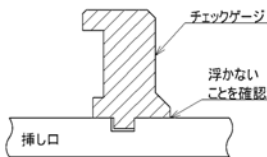

図66 溝深さの確認
(5) 加工完了後、所定の寸法になっていることをGX形専用のチェックゲージを用いて下記の方法で確認する。
- ① チェックゲージを加工後の溝に入れて、挿し口全周にわたって浮かないことを確認する(図66)。チェックゲージが浮く場合、溝が浅いので再度溝切加工を行う。